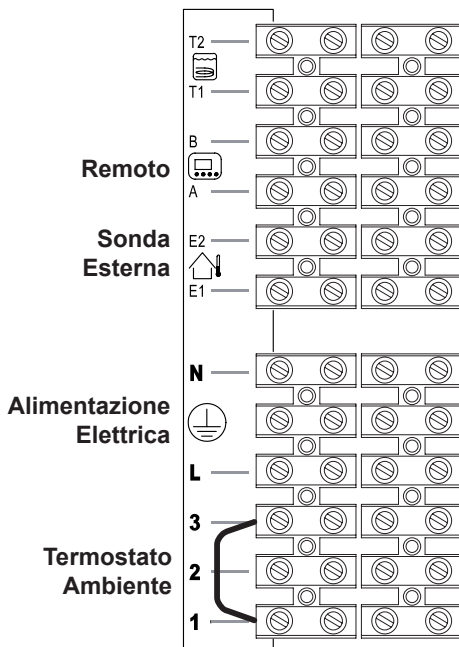

Figura 5.19
- Collegare il cavo di alimentazione elettrica proveniente dall'interruttore onnipolare alla morsetteria di alimentazione elettrica della caldaia Figura 5.19 rispettando la corrispondenza della linea (filo marrone) e del neutro (filo azzurro).
Per il collegamento di un termostato ambiente servirsi dei morsetti indicati in Figura 5.19.
Per il collegamento di valvole di zona servirsi dei morsetti termostato ambiente indicati in Figura 5.19 e Figura 5.20. I conduttori elettrici dei contatti del micro della valvola di zona vanno inseriti nei morsetti “1 e 3” della morsettiere termostato ambiente come in